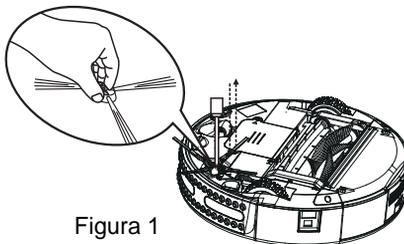

Figura 1
3. Recoloque a escova até encaixar perfeitamente e reaperte o parafuso suavemente. (Figura 1)